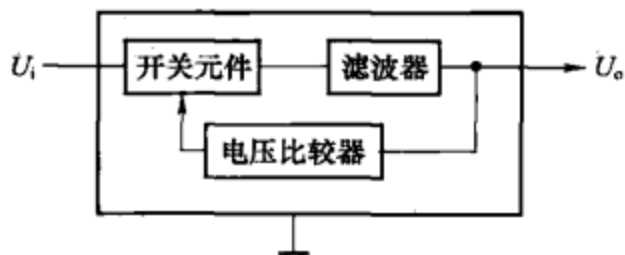

图 7-67
(1) 自激串联控制式稳压电路原理如图 7-67 所示, 开关管与负载串联, 开关管输出的脉动电压经滤波器滤波为直流电压输出。电压比较器根据输出电压的变化调节开关管的导通、截止比例, 使输出电压 U_o 保持稳定。